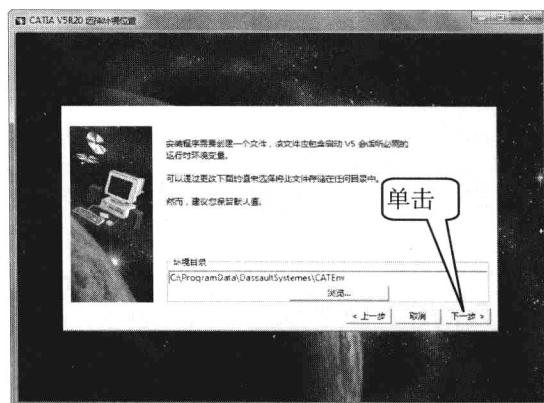

图 1-6
4. 默认目标安装位置，单击“CATIA V5R20 选择目标位置”对话框中的**下一步>**按钮，弹出“确认创建目录”对话框，如图 1-5 所示。系统提示创建的文件夹不存在，询问是否要创建目录，这时单击**是(Y)**按钮创建安装目录，继续弹出“CATIA V5R20 选择环境位置”对话框，如图 1-6 所示。
否要创建目录，这时单击**是(Y)**按钮创建安装目录，继续弹出“CATIA V5R20 选择环境位置”对话框，如图 1-6 所示。